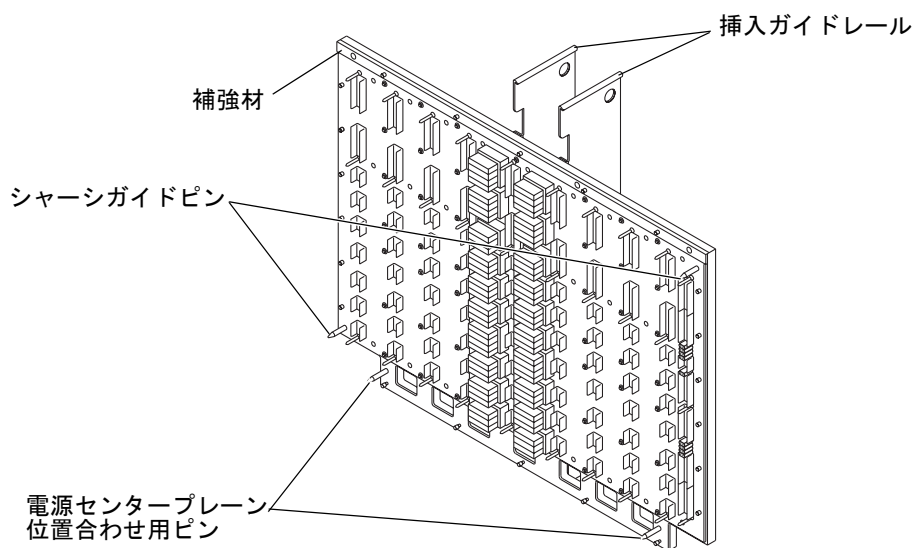

図 13-1 Sun Fireplane interconnect — 正面図および背面図
3. Sun Fireplane interconnect 部品の補強材の周辺にある、22 本のプラスの脱落防止機構付きねじを完全に緩めます (図 13-1)。